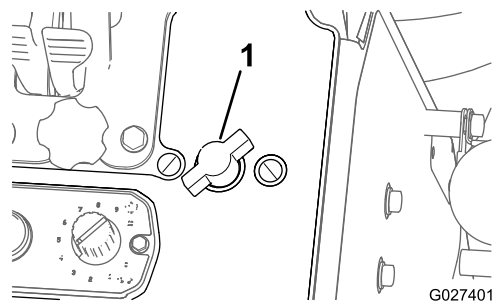

Figure 54
- Pour accroître la pression de la pompe à l'applicateur, tournez la commande de pression de l'applicateur dans le sens antihoraire (Figure 54).
- Pour réduire la pression à l'applicateur, tournez la commande dans le sens horaire (Figure 54).
- Pour couper la pression à l'applicateur, tournez la commande de pression dans le sens horaire jusqu'à ce que la vanne de la commande soit fermée (Figure 54).
- B. Tournez la commande de pression de l'applicateur dans le sens horaire à la position Arrêt (Figure 54).